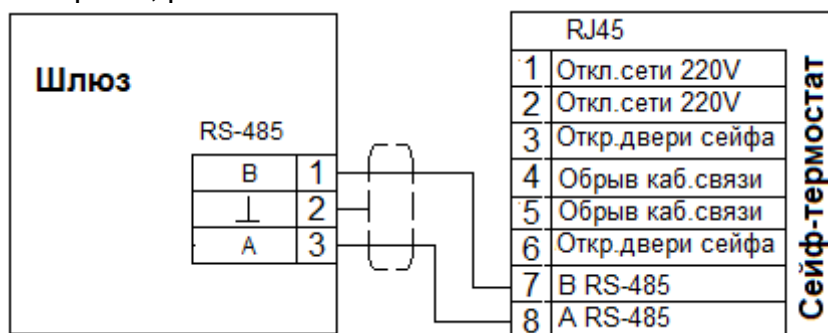

Рис. 8. Подключение интерфейса RS-485 сейфа-термостата к шлюзу.
6.20.13 Соединить сеть стандарта IEA RS-485 с шлюзом интерфейса Wi-Fi или Ethernet или GSM (2G) Пользователя, а затем подключить вилку RJ45 (8P8C) кабеля, витая пара upт 4 сети Пользователя, к разъему RJ45 сейфа-термостата, с предварительно настроенными и запрограммированными в режиме Modbus Slave, измерителями-регуляторами, рис. 8.